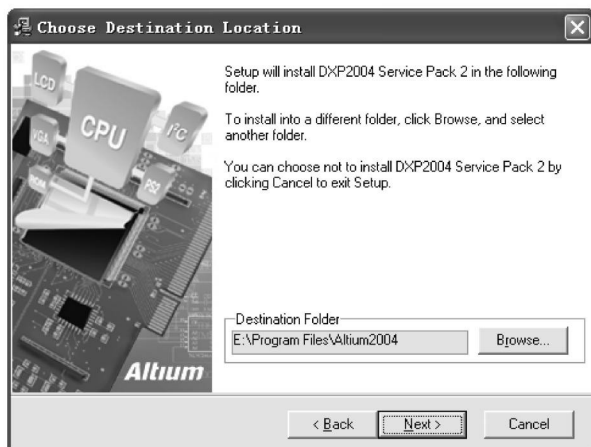

图 1-9 【安装路径】对话框
(2) 步骤二 单击【I accept the terms of the End-User license agreement and wish to CONTINUE】，弹出【安装路径】对话框，如果想改变路径，可以单击【Browse】按钮，选择自己想要安装的路径，如图 1-9 所示。